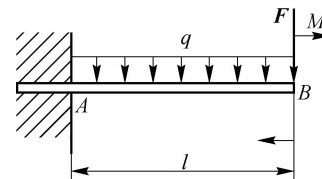

图 1-15
14. 如图 1-15 所示,梁 AB 一端固定,一端自由,梁上作用有均布载荷,自由端有集中力 F 和力偶矩 M 作用,梁长 l ,求固定端 A 处的约束反力。